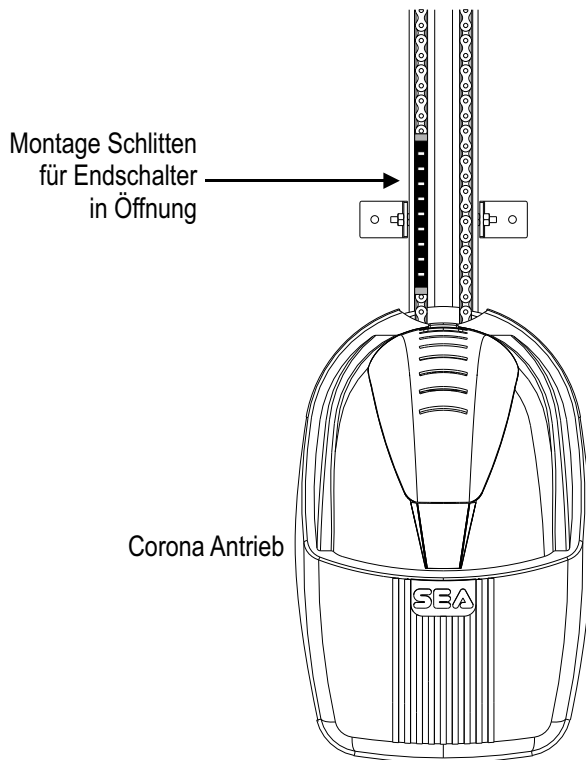

Abb. 19a
- Den Endschalterschlitten (Abb. 18) so nah wie möglich am Corona Antrieb, in der Nähe des Rädchens des Schalters wie in Abb. 19a, anbringen.